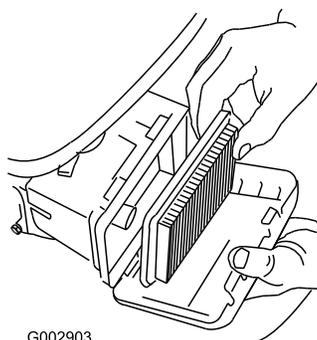

Figura 43
- Retire el filtro de aire (Figura 43).